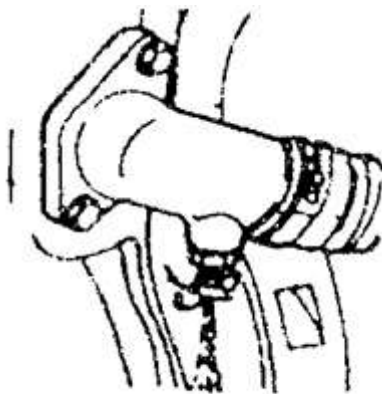

Рис.2-12 Слив охлаждающей жидкости
2.4.2.3 Для длительной остановки в холодное время года слейте охлаждающую жидкость из системы охлаждения (Рис.2-12).